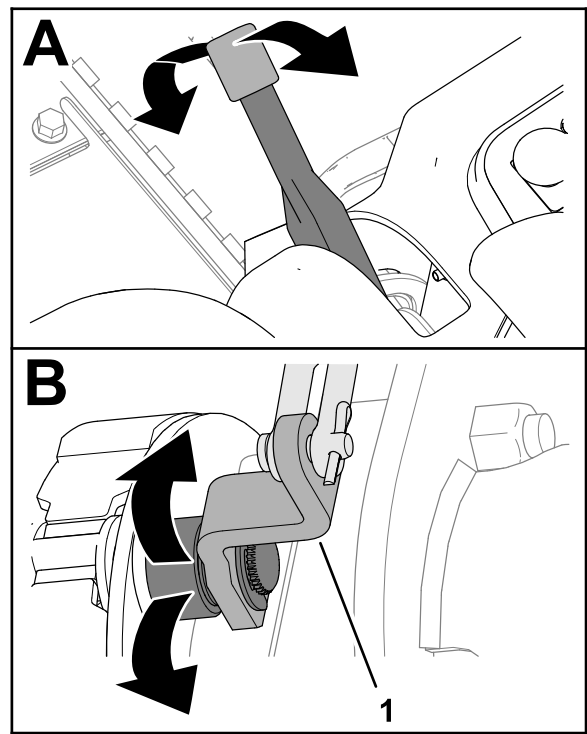

Figura 83
2. Mova a alavanca do travão de estacionamento para cima e para baixo para verificar se a alavanca do excêntrico dos travões se move livremente (Figura 83).